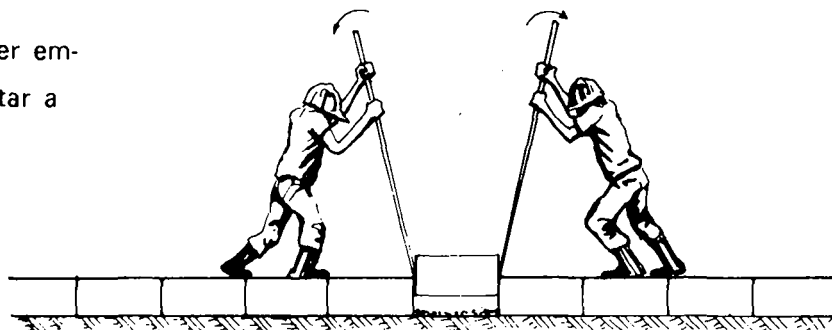

FIG 2
4.º Passo - Retire a pedra com o auxílio de 2 alavancas, conforme fig. 2.